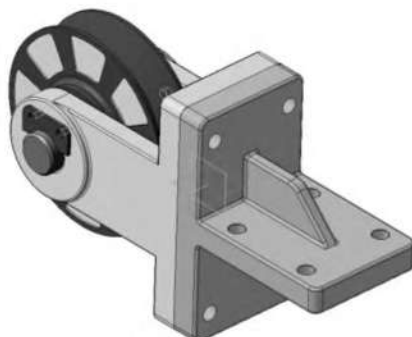

Рисунок 3.86. Результат создания отверстий и скруглений в детали «Кронштейн»
9.6 Закройте окно модели  (рисунок 3.86).